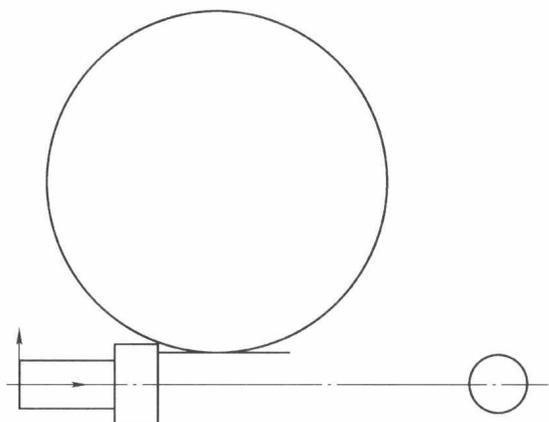

图 1-15 绘制 $R42\text{mm}$ 圆
3) 单击主菜单中的【绘图】→【圆】，或者操作【绘图工具】工具栏里的【基本曲线】功能，在【立即菜单】中单击【圆】命令，以“两点 + 半径”方式绘制 $R42\text{mm}$ 圆，如图 1-15 所示。